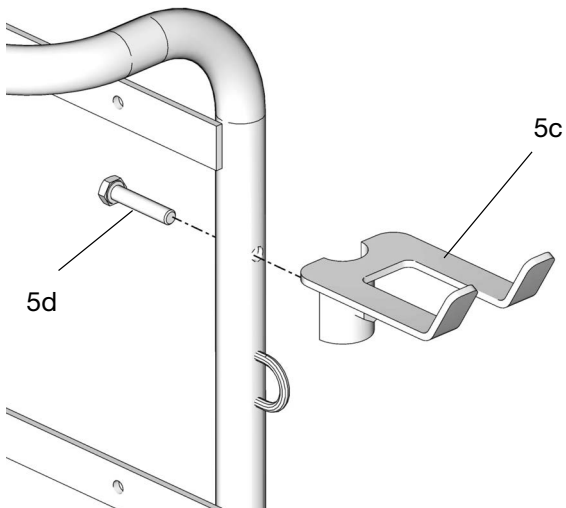

FIG. 32
4. Installare la staffa del dosatore (5c) sulla struttura dell'impugnatura con la vite (5d) (FIG. 32).